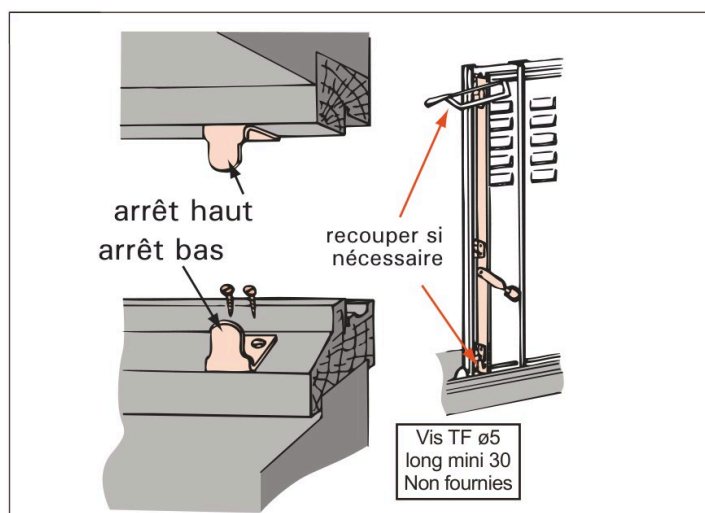

Figure 14 – Les butées haute et basse de l'espagnolette (« arrêt haut », « arrêt bas ») et la tige à recouper
3. Positionnez et vissez la butée basse de l'espagnolette sur l'appui de la menuiserie, et la butée haute sur la traverse haute de la menuiserie (vis TF ø5, longueur mini 30, non fournies). Sur les dessins, ces deux butées s'appellent « arrêt bas » et « arrêt haut ». Si nécessaire, ajustez la hauteur de l'espagnolette en recoupant sa tige (figure 14).